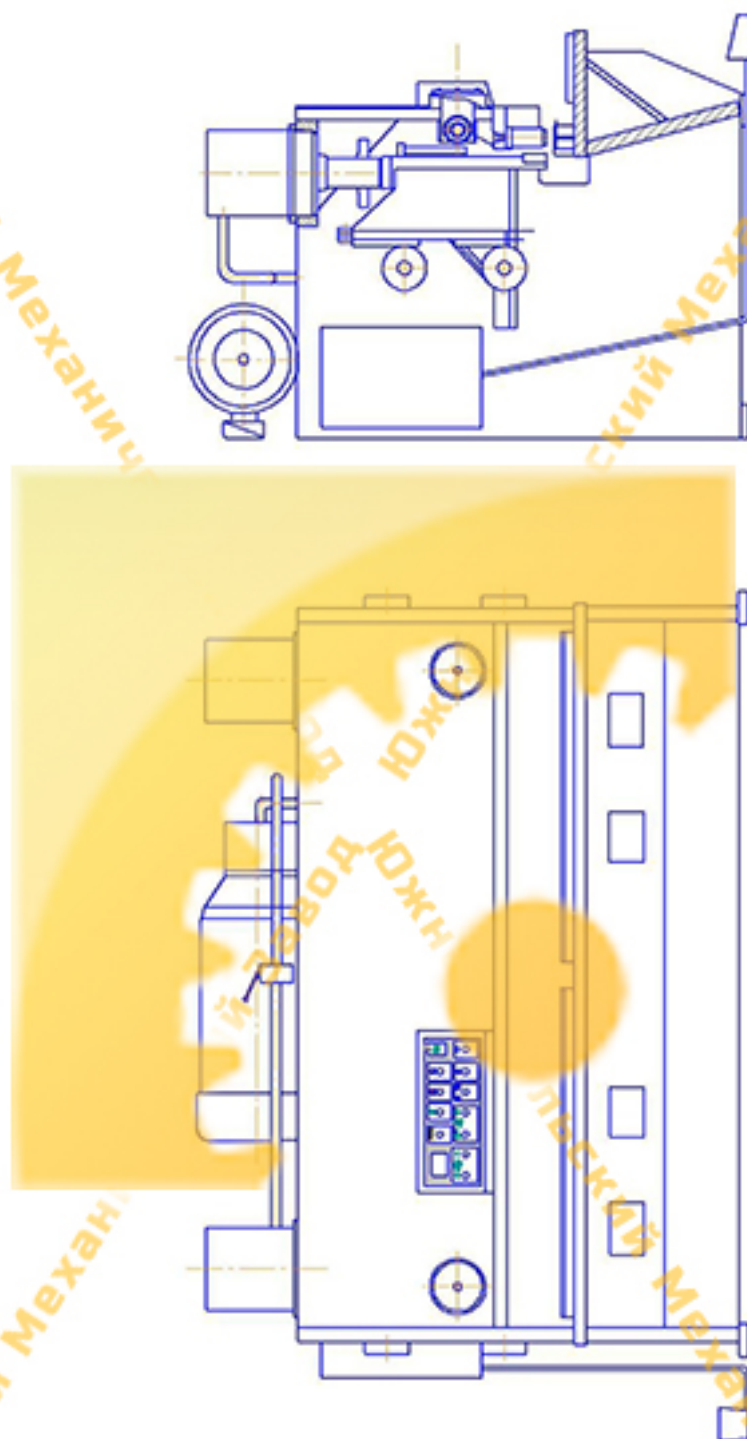

Рис. 1 Общий вид.
Ножницы гидравлические листовые с наклонным ножом модели (рис.1) предназначены для резки листового материала с $\sigma_s \leq 450$ МПа (45 кгс/мм²).
1.1. Общий вид (Рис. 1).